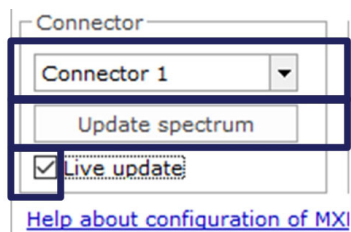

Fig. 5.9 Update spectrum (Actualizar el espectro)
► Cambie el conector seleccionado en la casilla Connector (Conector) (Fig. 5.9).
► Para actualizar el espectro óptico, pulse el botón **Update spectrum** (Actualizar el espectro) (Fig. 5.9).
- Para una actualización continua, active la casilla **Live update** (Actualizar en vivo) (Fig. 5.9).